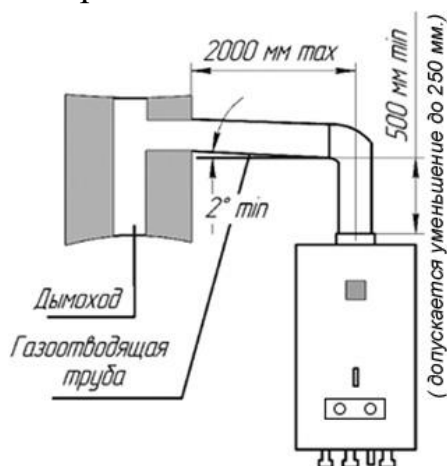

Рис.2 Подключение аппарата к дымоходу
11.1. Наиболее распространенная схема подсоединения газоотводящей трубы представлена на рис.2.